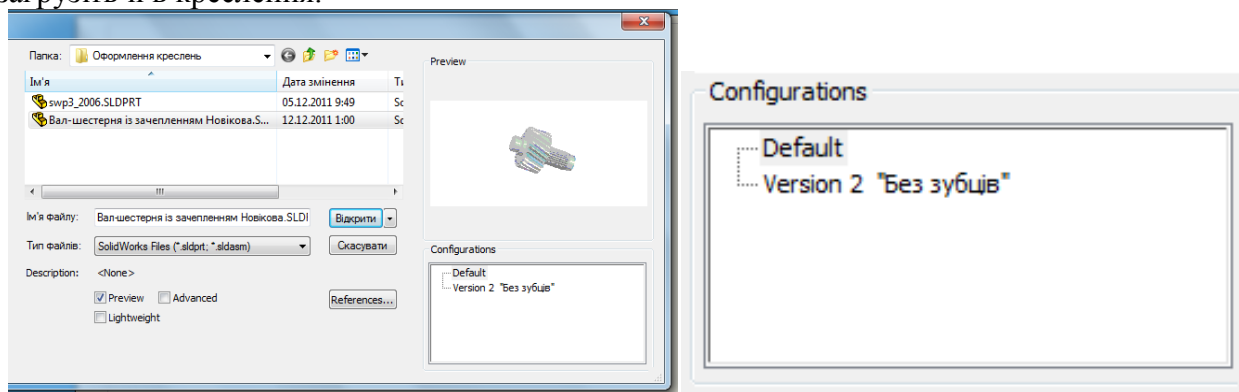

Рис. 8.3.7. Вибір конфігурації деталі для завантаження в креслення
4. Далі перед вами має відкритися у **Менеджері Свойств (Property Manager)** вікно по створенню першого виду моделі. Якщо цього не сталося, то запусить інструмент **ВИД МОДЕЛІ (Model View)**. Справа у Менеджері Свойств **ВИД МОДЕЛІ** натисніть кнопку **Обзор** і знайдіть модель «*Вал-шестерня із зачепленням Новікова.SLDPRT*». Зверніть увагу на поле **КОНФИГУРАЦІИ (Configurations)**, у якому можна вибрати необхідну конфігурацію для створення проєкційного виду (рис. 8.3.7). Виберіть конфігурацію *Version 2* і загрузіть її в креслення.